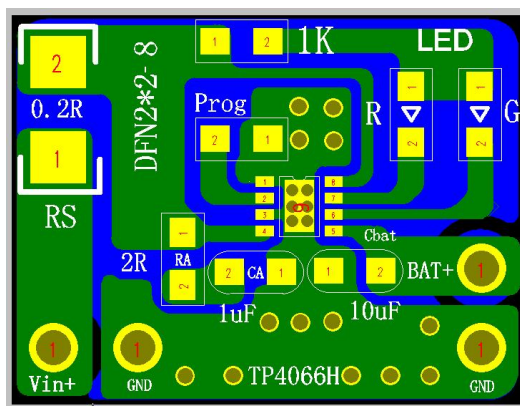

图5
- 1、 为保证各种情况下可靠使用，防止输入电源插拔所产生的尖峰和毛刺电压损坏芯片，芯片VCC 端(使用RS RA及CA器件)必须按照典型电路应用才可保证高压输入不被损坏, 建议TP4066H典型应用情况下，Vcc端口电容采用X7R的1uF陶瓷电容, 电容耐压选择最高输入电压1.5~2倍；BAT端采用10uF陶瓷电容。所有电容位置以靠近芯片引脚为优，电容地并集中连接于芯片地，不宜过远(电容位置可参考下图PCB, 图4及图5)。